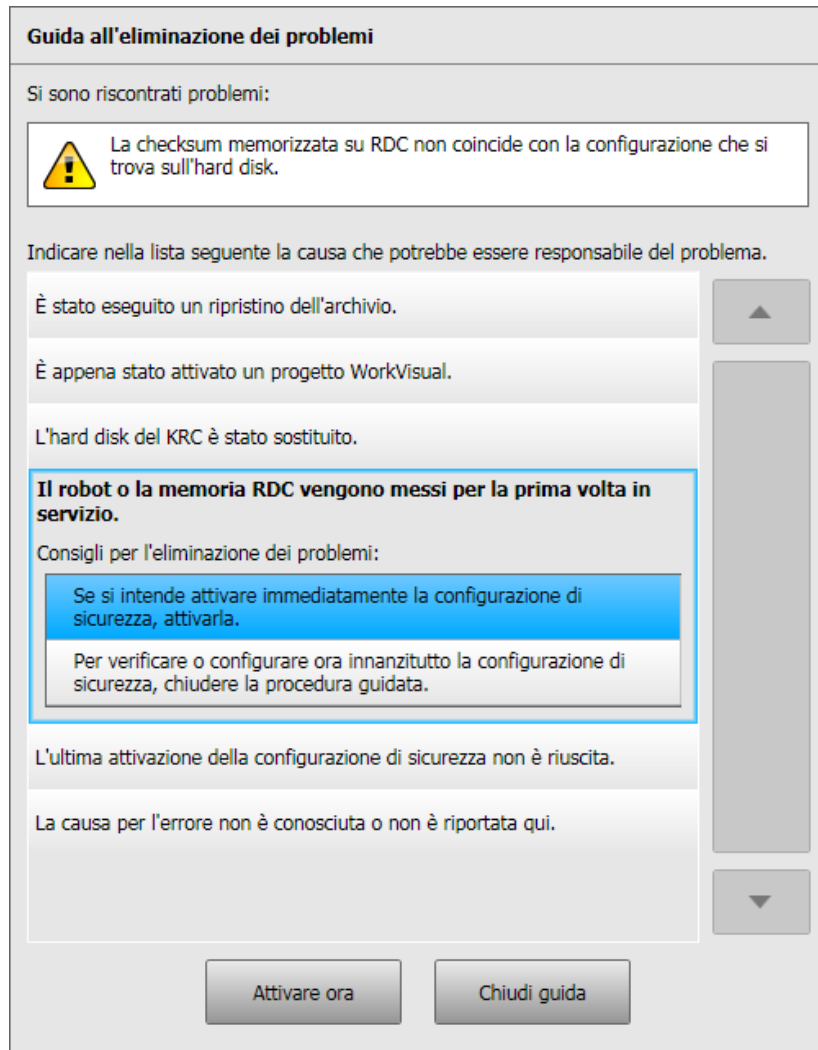

Fig. 5-4: Guida all'eliminazione dei problemi
- Nella finestra **Guida all'eliminazione dei problemi** compare un elenco delle possibili cause d'errore. (>>> Fig. 5-4)